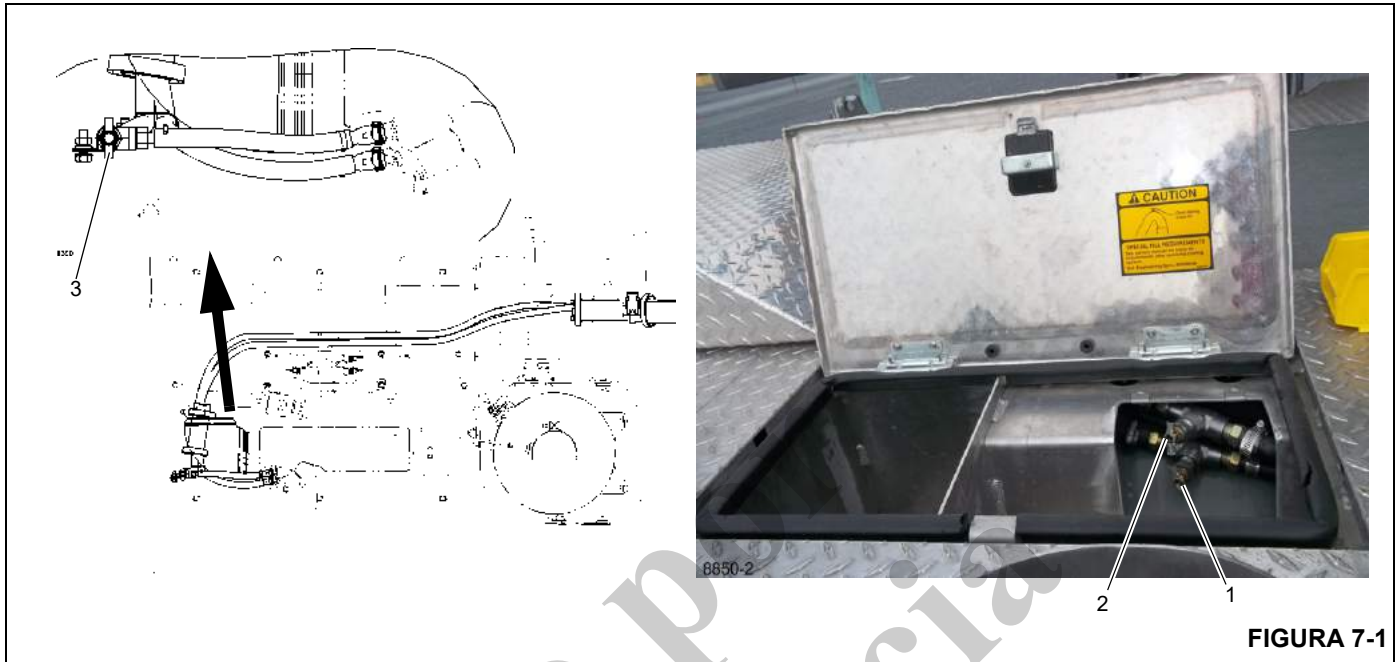

FIGURA 7-1
2. Abra las válvulas del depósito de fluido de escape diésel (DEF) (1, 2) (Figura 7-1), de la caja del tubo de descomposición (3) y del tubo del radiador superior, para purgar el aire atrapado.